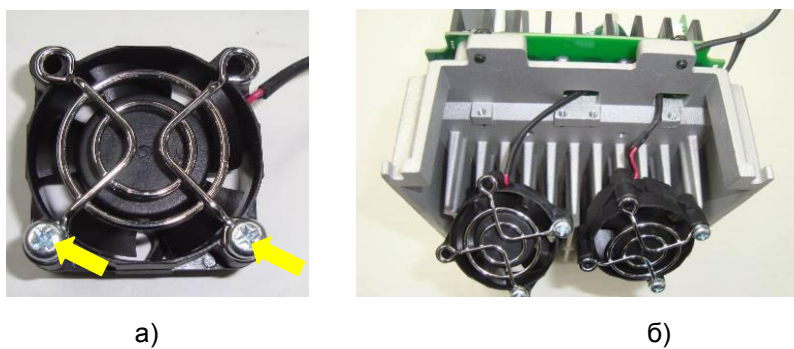

Рис. 7.6
7.5.3. Закрепить защитные решетки на внешних вентиляторах с помощью винтов-саморезов, обратив внимание на их взаимное расположение (желтые стрелки, рис. 7.6,а).
7.5.4. Продеть кабели вентиляторов в отверстия радиатора (рис. 7.6,б).